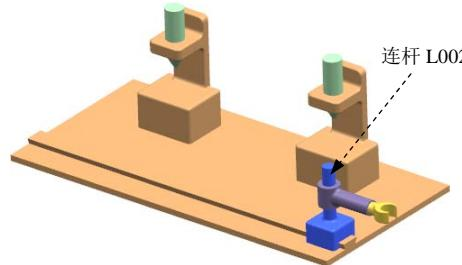

图 10.3.3 定义连杆 L002
(2) 定义连杆 L002。在“连杆”对话框中取消选中 **固定连杆** 复选框，选取图 10.3.3 所示的零件为连杆 L002，在“连杆”对话框中单击 **应用** 按钮。